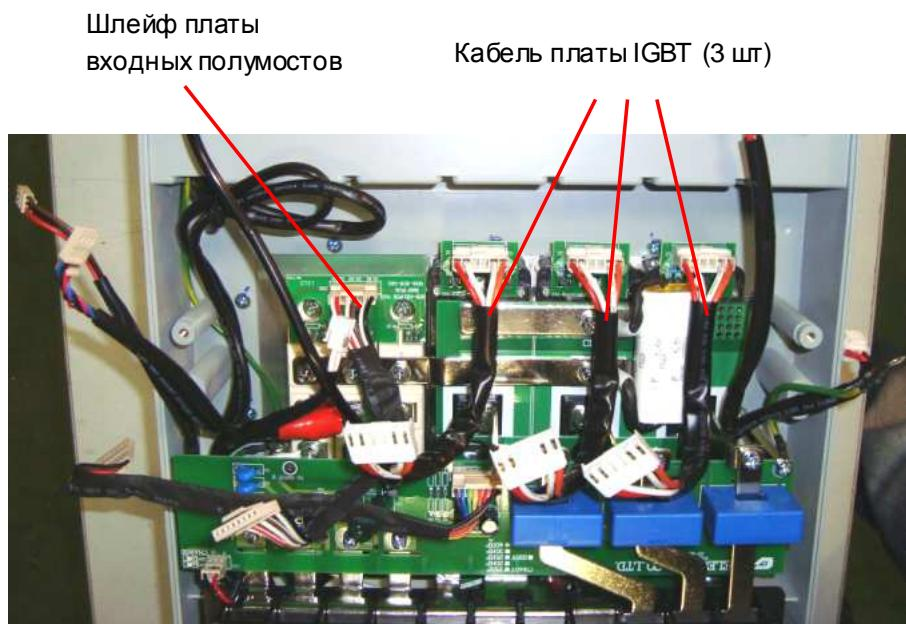

Рис. 7.16
- 7.9.1. Подключить шлейф платы входных полумостов к монтажной плате входных полумостов (рис. 7.16).
- 7.9.2. Подключить три кабеля платы IGBT к монтажным платам IGBT (рис. 7.16).